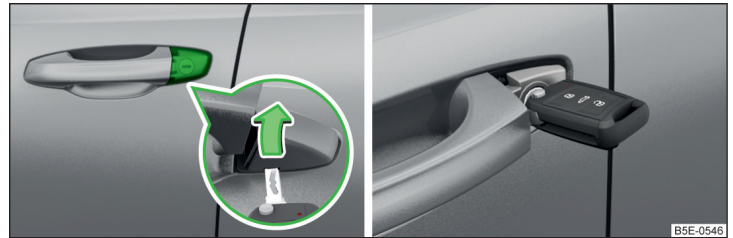

Abb. 343 Griff an der Fahrtür: Schlossabdeckung aufklappen / Schließzylinder mit Schlüssel
- › Den Schlüssel in die Aussparung an der Unterseite der Abdeckung einschieben und die Abdeckung in Pfeilrichtung aufklappen » Abb. 343.
- › Bei Fahrzeugen mit **Linkslenkung** den Schlüssel mit herausklappbarem Schlüsselbart **mit den Tasten nach oben gerichtet** » Abb. 343 in den Schließzylinder stecken und das Fahrzeug ent-/verriegeln.